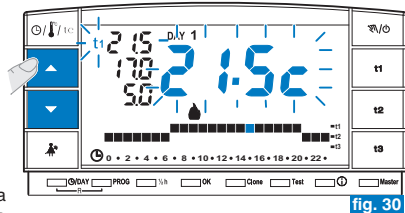

fig. 30
- Tramite i tasti ▲▼ impostare il valore di limitazione della temperatura (esempio in fig. 30).